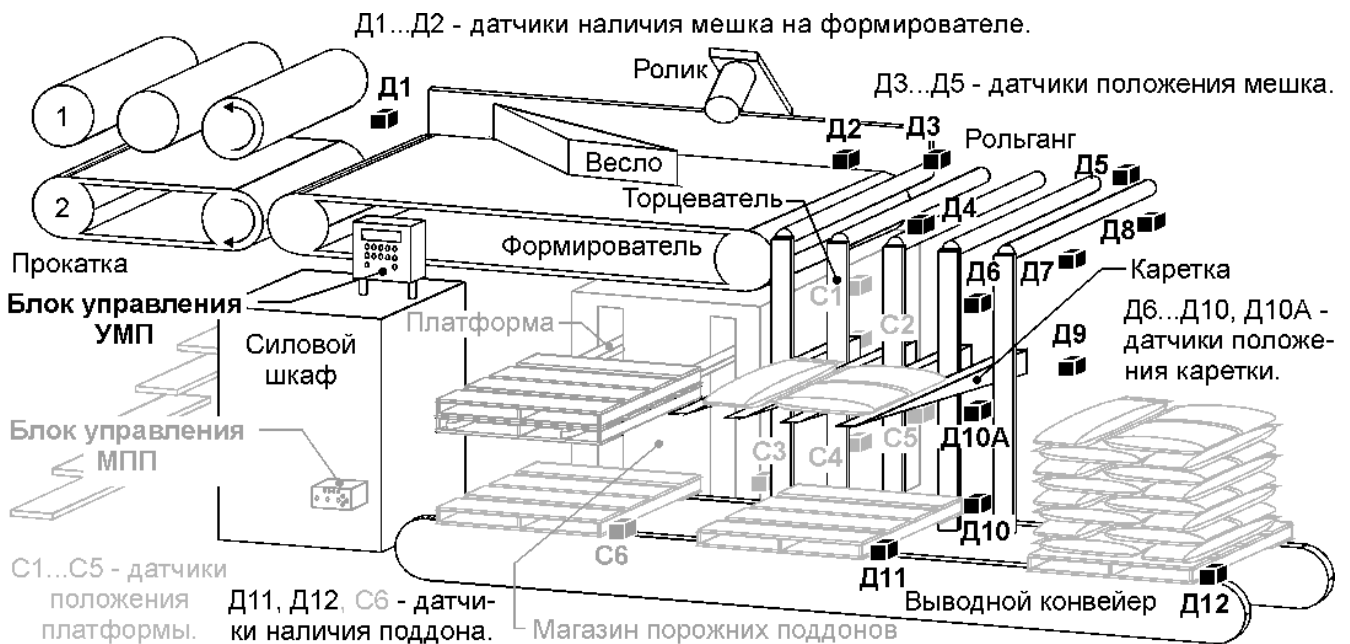

Рис. 1. Пакетоформирующая машина.
Работу пакетоформирующей машины поясняет рис. 1. Датчики и механизмы, подключаемые к **блоку управления УМП**, выделены чёрным цветом.
1) электропитание и приём электрических сигналов с датчиков наличия мешка (2 шт.), датчиков положения мешка (3 шт.), датчиков положения каретки (5 шт., датчики Д10 и Д10А на рис. 1 соединены параллельно) и датчиков наличия поддона (2 шт.). Номинальное напряжение питания, подаваемое блоком на датчики составляет 12 ± 1 В при суммарном токе потребления всех датчиков до 100 мА, номинальное выходное напряжение датчика при срабатывании должно составлять 12 ± 1 В, при отпуске – от 0 до 2 В. Рекомендуются тип датчиков – КВД-25.